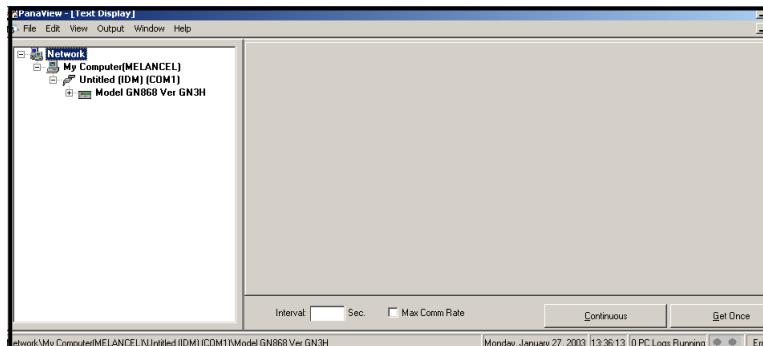

Figure 3: Fenêtre d'affichage de texte
3. À l'aide du menu Fenêtre, organisez les fenêtres ouvertes au format souhaité. Pour cette discussion, la figure 3 montre la fenêtre d'affichage de texte dans sa taille agrandie (plein écran).
Remarque: La figure 3 a été comprimée à la fois verticalement et horizontalement pour plus de clarté.
5. Avant que les valeurs de données réelles puissent être affichées dans le volet de texte, activez l'un des modes de collecte de données suivants (voir Figure 3 à la page 4):